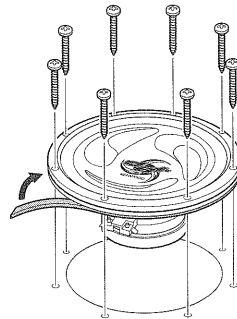

Abb. 1
1. Bringen Sie das mitgelieferte Dichtungsband an der Rückseite des Lautsprecherflansches an, wie es in Abb. 1 dargestellt ist, so daß der Flansch vollständig abgedeckt ist.